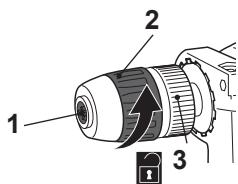
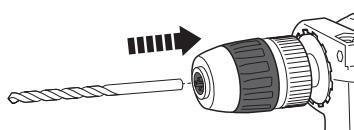

Fig.1
Fig.2
- > Segure o mandril de aperto rápido (3) em posição e rode a bucha do mandril (2) para a esquerda até que as pinças do mandril (1) se abram o suficiente para colocar a broca (Fig. 1). Insira a broca até ao fundo (Fig. 2).